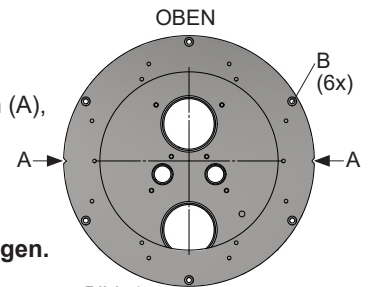

Bild. 1
Die Montage von Edelstahlteilen muss mit Werkzeugen erfolgen, die nur für dieses Material vorgesehen sind, damit die Korrosionsbeständigkeit erhalten bleibt. Alle Schrauben sollten mit Molykote® (im Lieferumfang enthalten) gefettet werden. Die Nische ist waagrecht mit den Knöpfen an der Unterseite zu montieren. Die Flanschseite der Nische hat kleine Einbuchtungen (A), welche die Markierung und Kontrolle für die waagrechte Montage erleichtern, siehe Bild 1. Für Installationsmaße, Platzierung etc. siehe den Abschnitt „Abmessungen“.